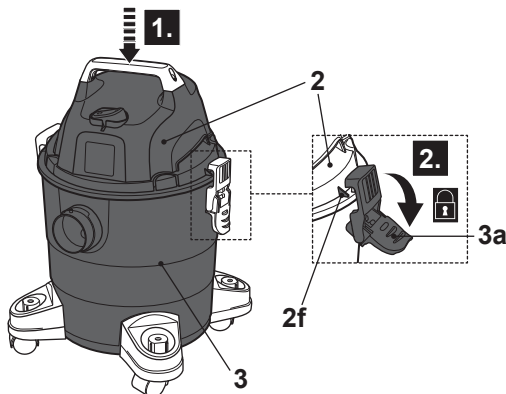

Fig. 8
- > Coloque a unidade do motor (2) com o filtro de pó (14) no depósito (3) e segure-a com os fechos (3a) e as ranhuras dos fechos (2f) (Fig. 8). Certifique-se de que a unidade do motor assenta bem no depósito e que a ligação está bem selada.